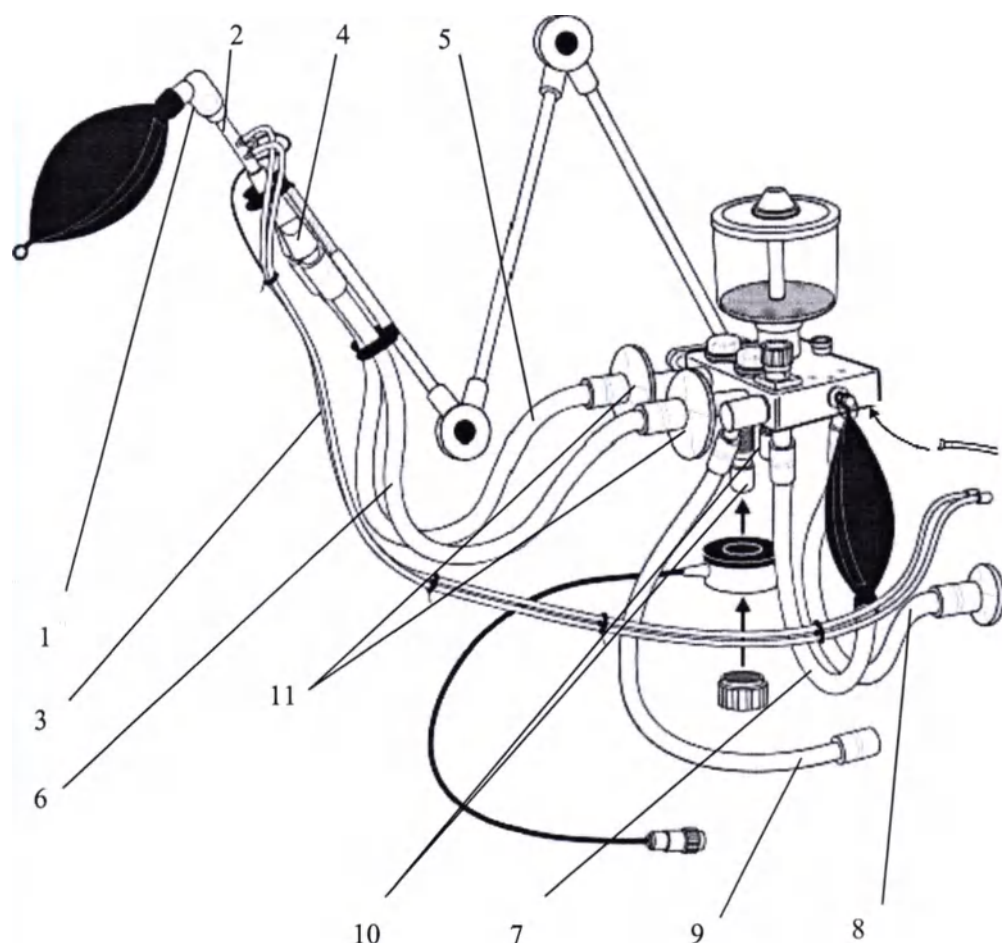

рис. 27
1. Составные детали системы шлангов рис. 27 - колено (комплект переходников) /1/, датчик потока D-Lite (Pedi-Lite) /2/, дыхательный шланг (2 м, 3м) /3/ магистраль отбора проб, адаптер Y-образный /4/, вдыхательный шланг (комплект дыхательного контура) /5/, выдыхательный шланг (комплект дыхательного контура) /6/, мешок ручной вентиляции со шлангом (комплект дыхательного контура) /7/, питающий шланг вентилятора (комплект дыхательного контура) /8/, сточный шланг предохранительного клапана (комплект дыхательного контура) /9/- отсоединяются и разбираются. Дыхательные вирусно-бактериальные фильтры /11/ ликвидируем указанным способом – режимом для ликвидации одноразовых зараженных компонентов.